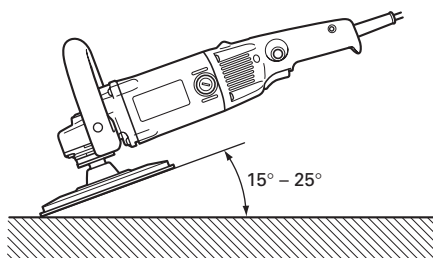

Fig. 3
2. Au lieu d'appliquer toute la surface du disque sur la surface du métal à meuler, incliner la ponceuse d'environ 15° à 25° pour effectuer le meulage avec la section périphérique du disque. (Fig. 3)